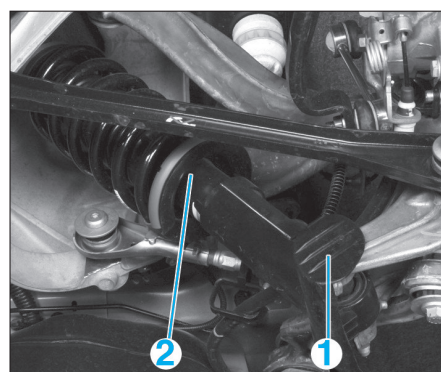

Fig. 39
- la protection (1) inférieure de l'amortisseur (Fig.39),